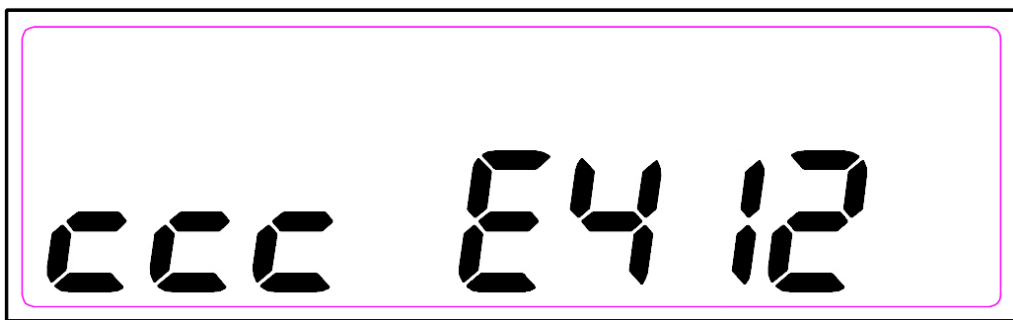

Рисунок 16
2.3.15 Окно с контрольной суммой метрологической части программного обеспечения счетчика (рисунок 16).